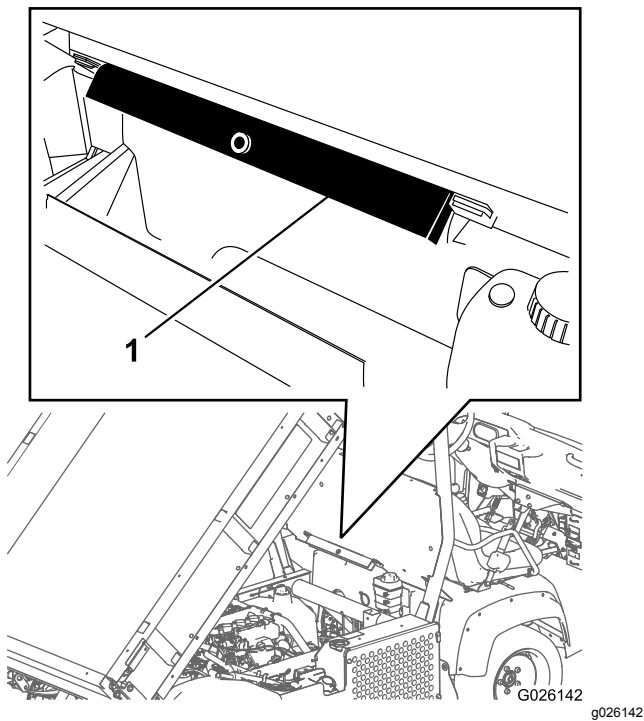

図 28
2. ROPS パネルの後ろについている保管用ブラケットから荷台サポート安全サポートを取り外す 図 28。